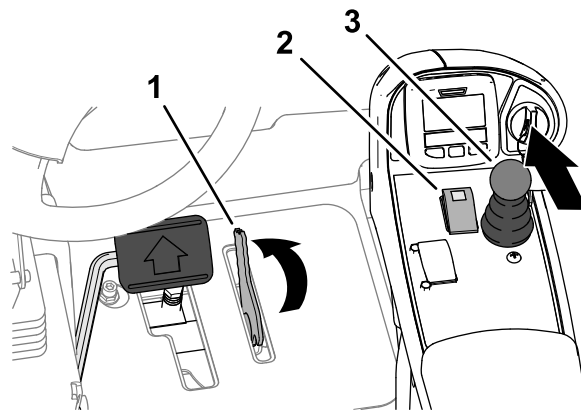

図 169
3. 刈り込み速度リミッタを前方に動かして 刈り込み位置にする 図 169。